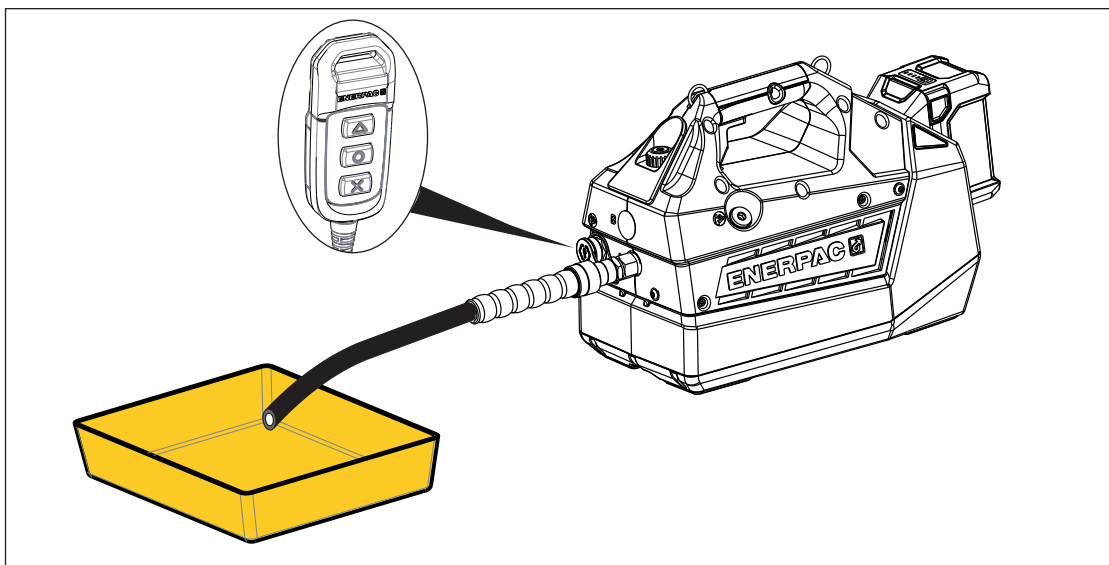

Figura 14: Svuotamento del serbatoio oleodinamico
4. Collegare un tubo flessibile con un'estremità aperta alla porta "A" della pompa. Posizionare l'estremità aperta in una vaschetta o contenitore abbastanza capienti da raccogliere tutto l'olio esausto. Vedere la Figura 14.
6. Accendere l'interruttore di alimentazione della pompa (I).
7. Tenere premuto il pulsante JOG  per avviare il motore e iniziare a svuotare il serbatoio. Tenere acceso il motore finché l'olio non smetterà di scorrere dal tubo con l'estremità aperta. Quindi, rilasciare il pulsante JOG  per arrestare il motore. Vedere la Figura 14.